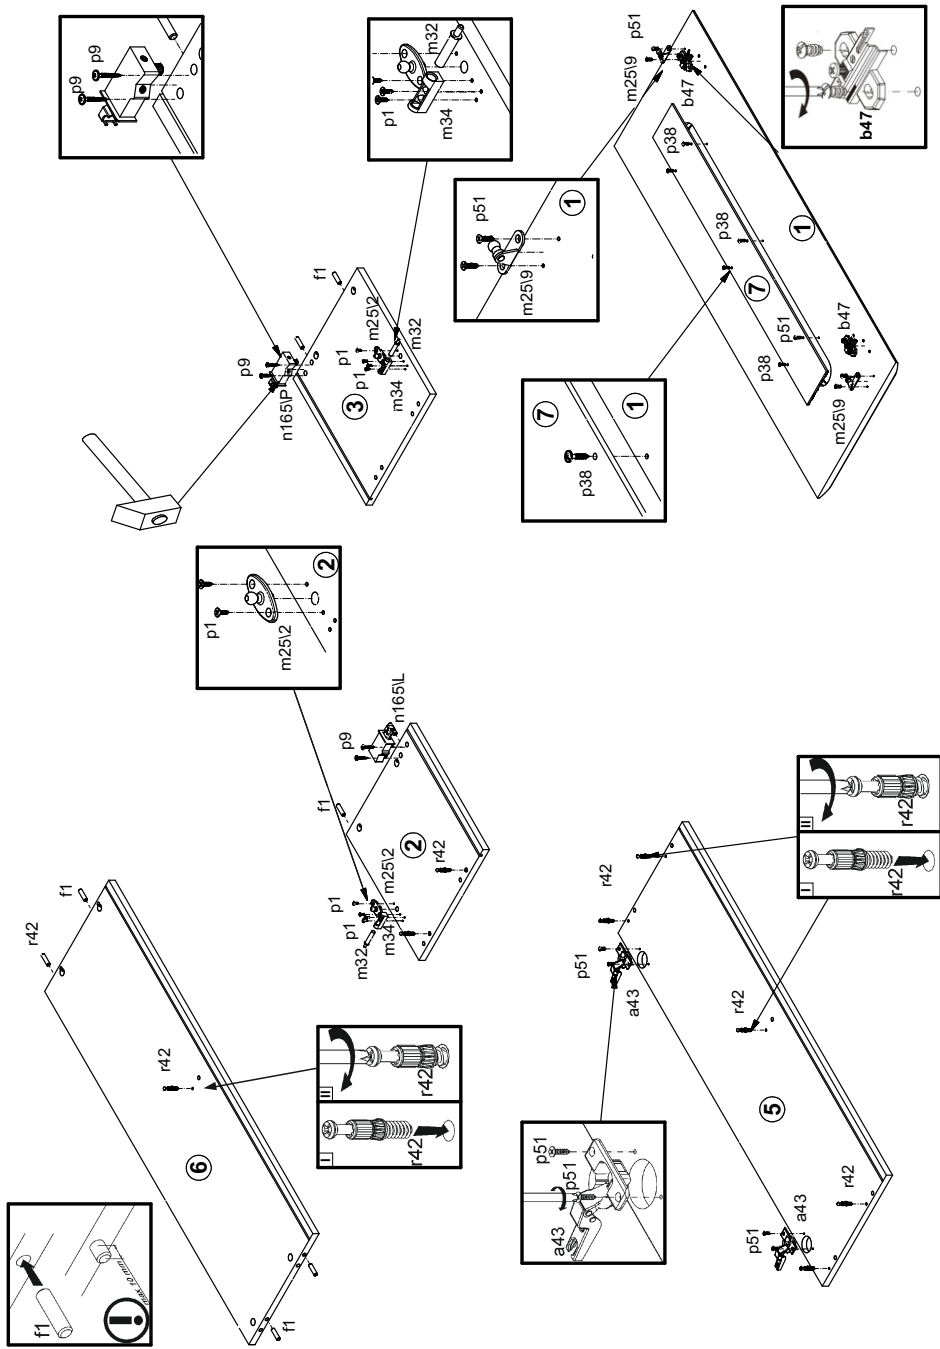
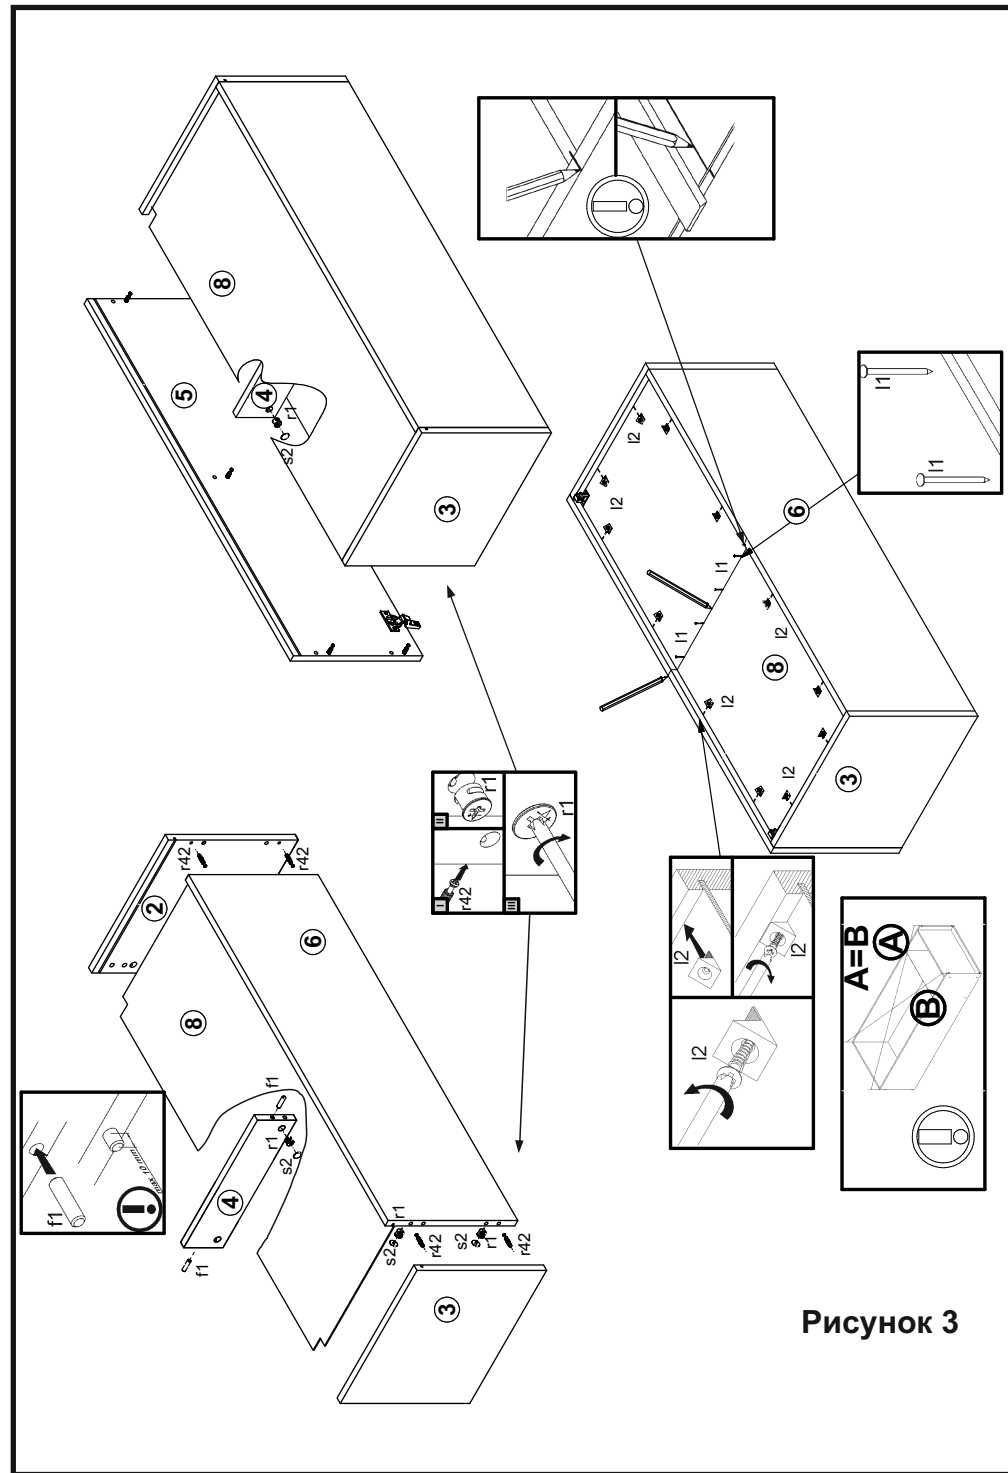

Рисунок 2
Рисунок 3
2. В отверстия  $\varnothing 8$  мм на верхней кромке стенок боковых **2, 3** (см. рис. 2), на верхней и нижней кромке стенки средней **4** (см. рис. 3), на боковых кромках полки соединительной **6** (см. рис. 2) вбить деревянные шканты **f1**.
3. В отверстия  $\varnothing 10$  мм на внутренних поверхностях стенок боковых **2, 3** вставить кронштейны для навешивания **n165L, n165P** и закрепить при помощи шурупов **p9** (см.рис. 2).
4. В отверстия  $\varnothing 3$  мм (**кернения**) на внутренних поверхностях стенок боковых **2, 3** при помощи шурупов **p1** закрепить корпуса демфера **m34**, а затем в корпуса вставить демферы **m32** (см.рис. 2).
5. В отверстия  $\varnothing 3$  мм (**кернения**) на внутренних поверхностях стенок боковых **2, 3** при помощи шурупов **p1** закрепить элемент кронштейна двери **m25l2** (см.рис. 2).
6. В отверстия  $\varnothing 26$  мм на нижней поверхности щита **5** закрепить петли шарнирные **a43** шурупами **p51** (см.рис. 2).
7. В отверстия  $\varnothing 5$  мм на внутренних поверхностях щита верхнего **5**, стенок **2, 3** (см. рис. 2) вкрутить винты стяжки **g42**.
8. В отверстия  $\varnothing 15$  мм на верхней поверхности полки **6** (см. рис. 3), на боковых поверхностях стенок **2, 3, 4** (см.рис. 3) вставить стяжки эксцентриковые **r1**.
9. Соединить детали **2, 3, 4, 6**, предварительно в пазы деталей **2, 3, 6** вставив стенку заднюю **8**, и затянуть стяжки эксцентриковые **r1**, пользуясь отверткой (см. рис. 3).
10. Присоединить щит **5** к стенкам **2, 3, 4** и затянуть стяжки эксцентриковые **r1**, пользуясь отверткой (см. рис. 3). Стяжки эксцентриковые **r1** закрыть заглушками **s2**.
11. Положить корпус изделия фасадными кромками вниз на ровную поверхность и выровнять его, измеряя рулеткой расстояние между противоположными углами по диагонали. Расстояния должны быть равными (см. рис. 3).
12. Закрепить стенку заднюю **8** на корпусе изделия гвоздями l1 с шагом 80-120 мм, элементами крепления стенки задней **l2** (см. рис. 3).
17. Соединить детали **1, 7** с помощью шурупов **p38** (см.рис. 2).
18. В отверстия  $\varnothing 5$  мм на внутренней поверхности двери **1** закрепить еврошурупами ответные планки петли **b47** (см.рис. 2).
19. В отверстия  $\varnothing 3$  мм на внутренней поверхности двери **1** закрепить шурупами **p51** элементы кронштейна двери **m25l9** (см.рис. 2).